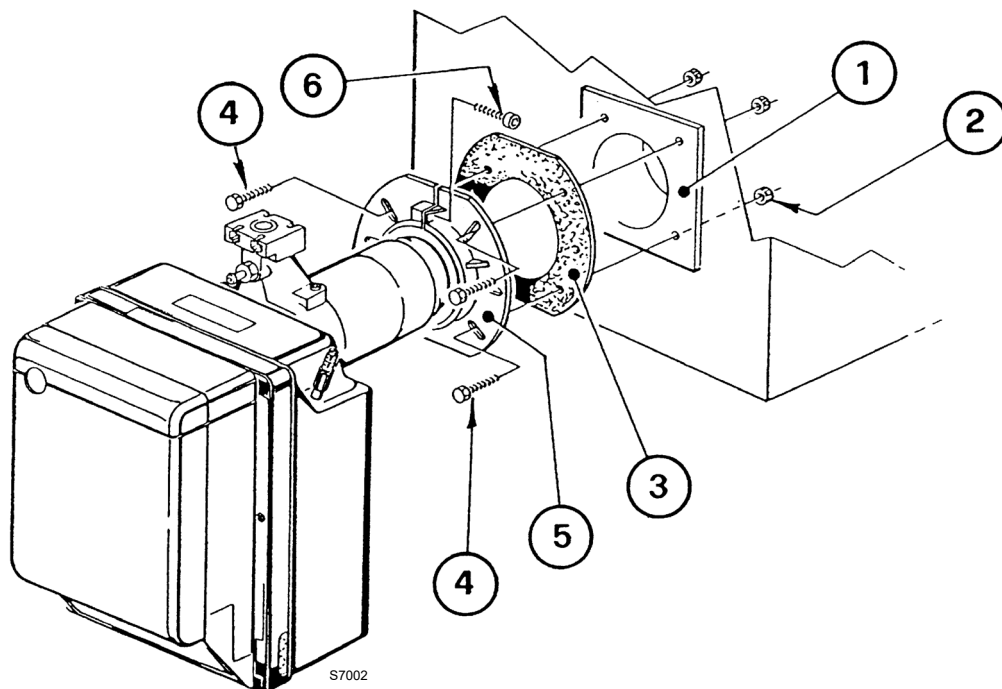

Abb. 11
- Mit den Schrauben 4) und (falls erforderlich) den Muttern 2) den Flansch 5) an der Kesseltür 1)(Abb. 11) mit der Isolierdichtung 3) montieren, aber eine der beiden oberen Schrauben 4) lockern.